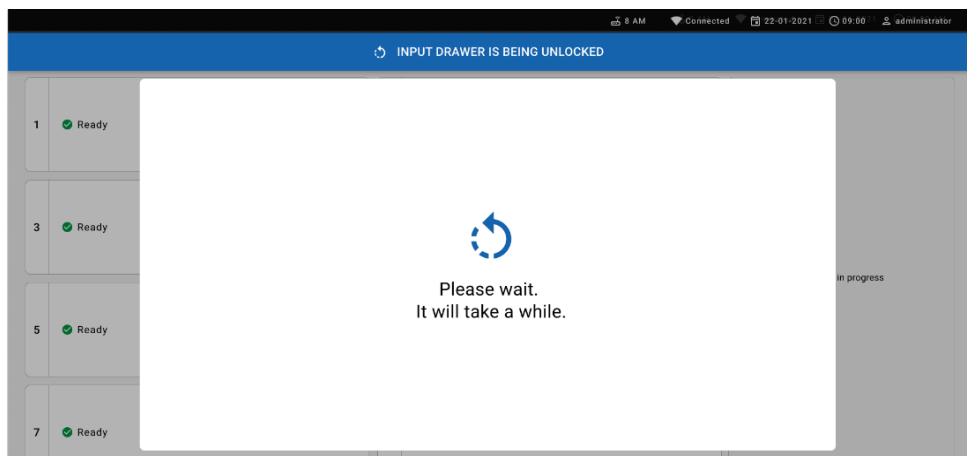

Figura 54. Caixa de diálogo Input tray waiting (Aguardando bandeja de entrada).
5. Aguarde até que a gaveta de entrada seja destravada (Figura 54).